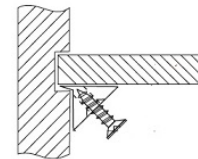

Рис.5
7. Закрепить ДВП с помощью фиксаторов (рис.5), установив их по центру каждой стороны ящика.